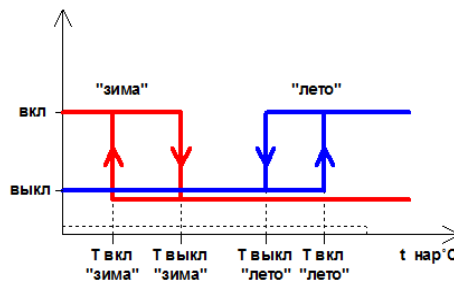

Рис. 6 График переключения климата в автоматическом режиме.
- одно из следующих условий температурного баланса (см. рис. 6):
При температуре наружного воздуха $t_{\text{нар}} < t_{\text{нар. выключения}}$ (см. рис. 6а) рекуператор останавливается в целях защиты от обледенения. Это состояние доступно для наблюдения в меню и из сети диспетчеризации.
Основной рекомендуемый режим работы рекуператора (установлен по умолчанию) - **«прямой» режим** выбирается в меню H31 «Режим уставки рекуператора» = Прямая. В этом режиме (см. рис. 6б) скорость рекуператора напрямую зависит от аналогового выхода 1 нагрева/охлаждения. Зона нагрева/охлаждения делится на 2 части уставкой «Ручная уставка рекуператора нагрев» H32 и H33 «Ручная уставка рекуператора охлаждение». При нагреве/охлаждении от 0 до значения этой уставки скорость рекуператора изменяется от 0 до 100. При превышении значением этой уставки
Рис. 6а Температурный график работы роторного рекуператора.
Рис. 6б. Работа роторного рекуператора в прямом режиме раздела, сохраняются.